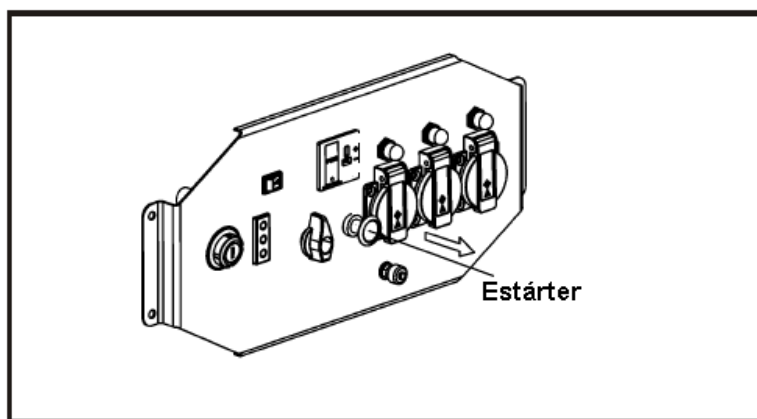

Fig. 8 Vista inicial estárter
4.3. Inserte la llave de contacto, y girela hacia la posición de ON (fig. 8)